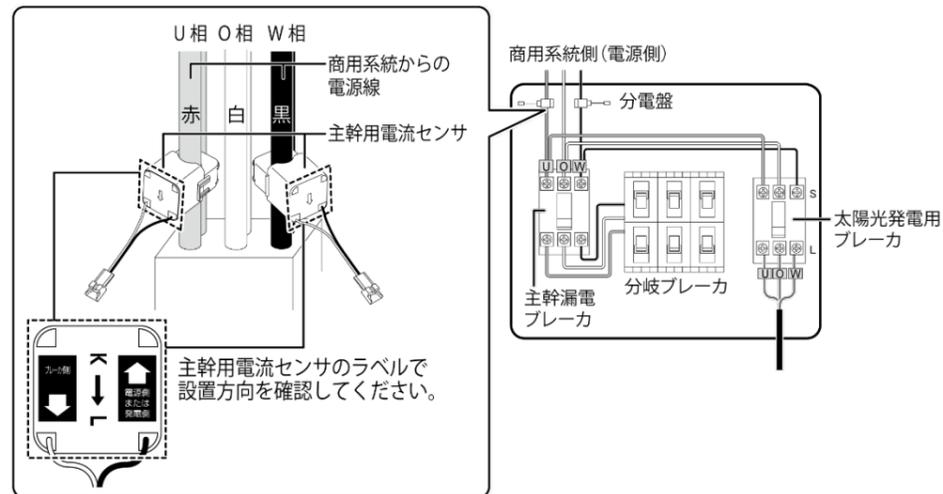

図7. 主幹用電流センサの設置方向
- (2) 主幹漏電ブレーカの1次側に主幹用電流センサを取り付ける。(図7)